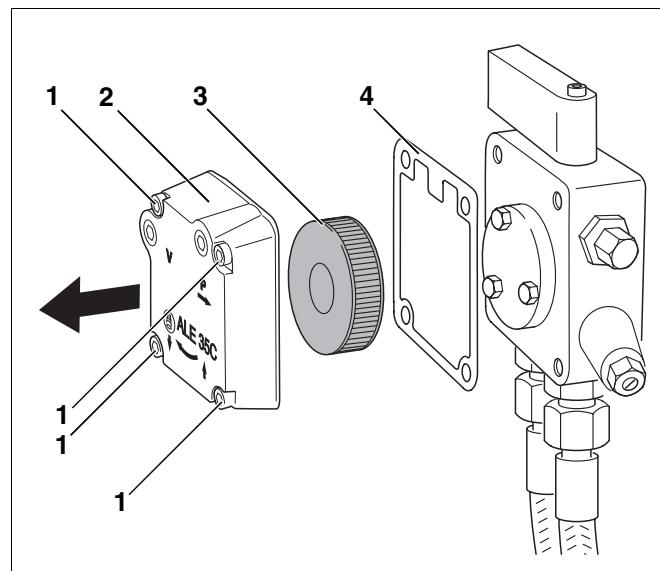

Рис. 22 Проверка фильтра топливного насоса фирмы Suntec
- Открутить четыре болта с внутренним шестигранником (рис. 22, **поз. 1**).
- Снять крышку корпуса (рис. 22, **поз. 2**).
- Вынуть топливный фильтр (рис. 22, **поз. 3**).
- Проверить повреждение уплотнения (рис. 22, **поз. 4**), если нужно, заменить его.
- Очистить фильтр топливного насоса (рис. 22, **поз. 3**) промывочным бензином, если требуется, заменить его, и вновь установить на прежнее место.